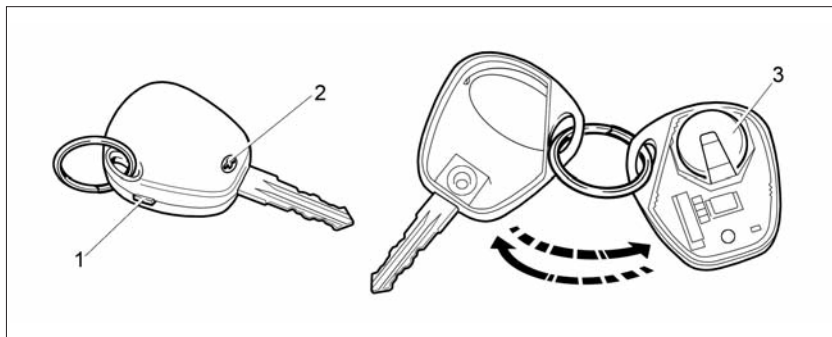

Рис. 58. Замена элемента питания пульта дистанционного управления
- выкрутите винт **2** (рис. 58) со стороны корпуса, противоположной кнопкам управления;